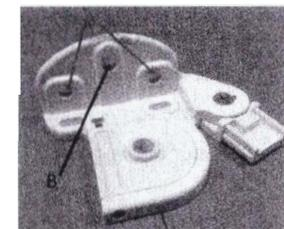

Figura 7.2
- (c) Con l'ausilio di un trapano praticare i fori in corrispondenza delle due asole "A" della staffa con il perno per rullo (la **prima da montare**). La staffa è idonea sia per montaggio a soffitto che a parete. Dove la conformazione della parete da forare non lo consenta, utilizzare per il fissaggio della staffa la sola asola "B" (Figura 7.2)